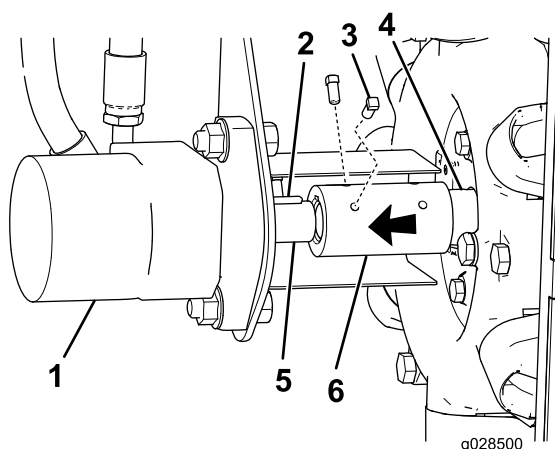

Figure 7
2. Insérez la clavette Woodruff dans la rainure de l'arbre du moteur hydraulique (Figure 7).
3. Alignez la fente dans l'accouplement d'arbre et la clavette Woodruff, et glissez l'accouplement sur l'arbre du moteur hydraulique (Figure 7).
4. Alignez la fente de l'extrémité ouverte de l'accouplement d'arbre et la clavette Woodruff de l'arbre de la pompe de pulvérisateur (Figure 7).
Remarque: Vérifiez qu'une clavette Woodruff est insérée dans la rainure de l'arbre de la pompe de pulvérisateur (Figure 7).
5. Positionnez l'accouplement de manière uniforme sur les arbres de moteur et de pompe (Figure 7).
6. Appliquez du frein-filet moyenne résistance sur le filetage des 4 vis à tête carrée et fixez l'accouplement aux deux arbres au moyen des vis (Figure 7).